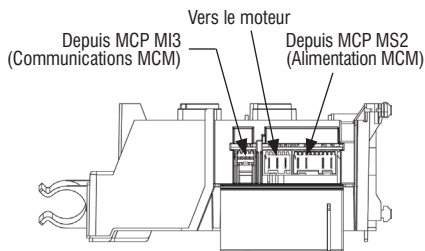

Figure 4 - Module de commande du moteur (MCM)
6. Contrôler visuellement que tous les connecteurs sont complètement insérés dans le MCM (voir Figure 4).